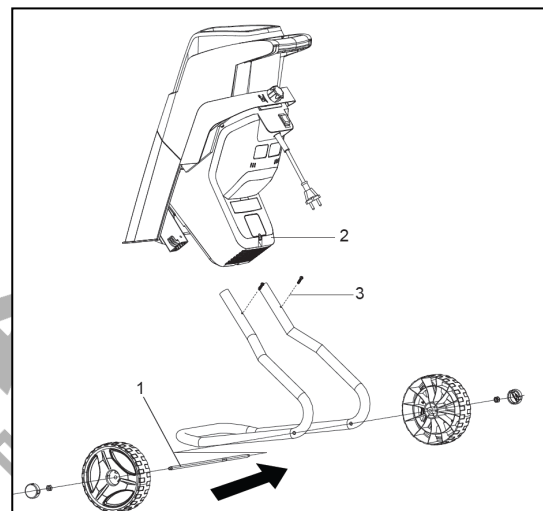

Fig. 1
1. Insérez l'axe de la roue (Fig. 1 - 1) dans les trous inférieurs du support.
1. Insérez les deux extrémités de l'ensemble du support dans le fond du boîtier du broyeur (Fig. 1 - 2).
2. Alignez les trous et fixez les deux vis des deux côtés du support (Fig. 1 - 3).